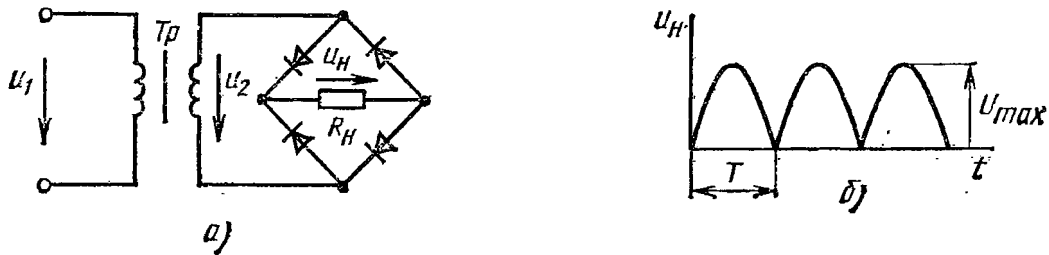

Рис. 4. Двухполупериодный выпрямитель.
5. Определите среднее значение напряжения u_H на нагрузочном резисторе R_H и коэффициент пульсаций p для двухполупериодного выпрямителя (рис. 4, а). График мгновенных значений напряжения приведен на рис. 4, б, $U_{max} = 100$ В.